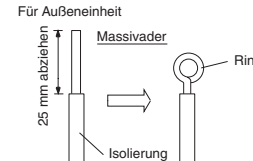

Abb. 3-54
- (1) Das Ende des Kabels mit einem Seitenschneider abtrennen, dann die Isolierung abziehen, um ungefähr 25 mm der Massivader freizulegen.(Abb. 3-54)